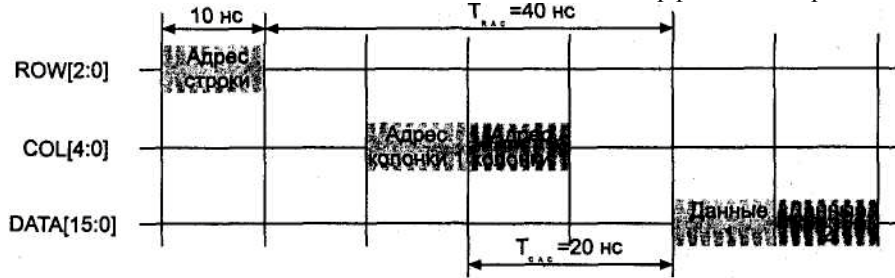

Рис. 7.9. Транзакции чтения RDRAM
*Транзакции чтения* приведены на рис. 7.9, по виду они аналогичны транзакциям SDRAM с тем лишь отличием, что за время одного такта (SDRAM) передается *пакет*. Пакет ROW для второй транзакции пропущен, поскольку страницу оставили открытой. Транзакция чтения со стороны контроллера представляет собой петлю: он посылает пакеты ROWA и COLC, которые за некоторое время достигают целевой микросхемы и ею обрабатываются за время  $T_{\text{CAS}}$ . Далее микросхема отвечает пакетом данных, которому для достижения контроллера также требуется некоторое время. Пакетам для путешествий к дальним микросхемам и от них требуется больше времени, чем для путешествий к ближним, и эта разница оказывается большей, чем длительность периода синхронизации. Для того чтобы контроллер получал ответ на транзакцию чтения от любой микросхемы через одно и то же число тактов, у микросхем памяти устанавливаются разную задержку данных относительно пакетов COLC. Группы соседних микросхем, у которых программируется одинаковая задержка, называют *доменами синхронизации*. В канале может быть несколько доменов синхронизации.